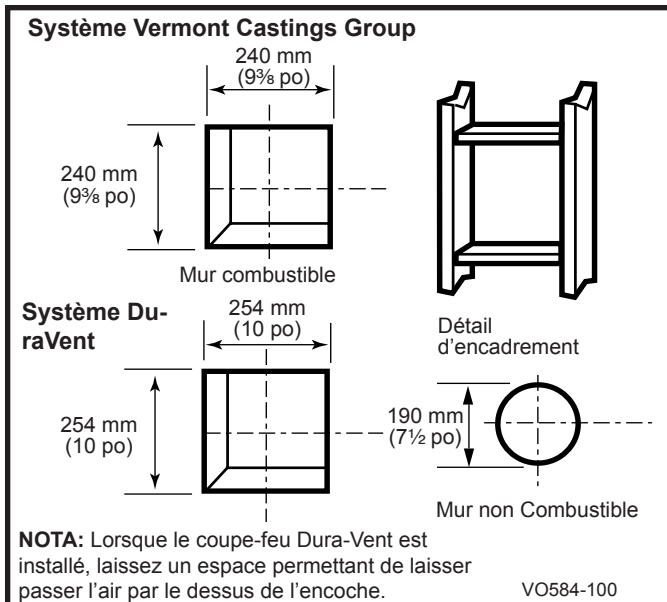

Fig. 24 Emplacement de l'ouverture.
1. Localisez l'ouverture de ventilation murale. Pour déterminer l'axe de l'ouverture, reportez-vous à la Page 6, Figure 5. Il se peut qu'il soit d'abord nécessaire de disposer le poêle et de mesurer afin de trouver l'emplacement du trou. Que le mur soit fabriqué ou non de matériaux combustibles, découpez l'ouverture selon les dimensions de la Figure 24. Les ouvertures pratiquées dans les murs combustibles doivent cependant faire l'objet d'un encadrement, tel qu'illustré à la Figure 24.